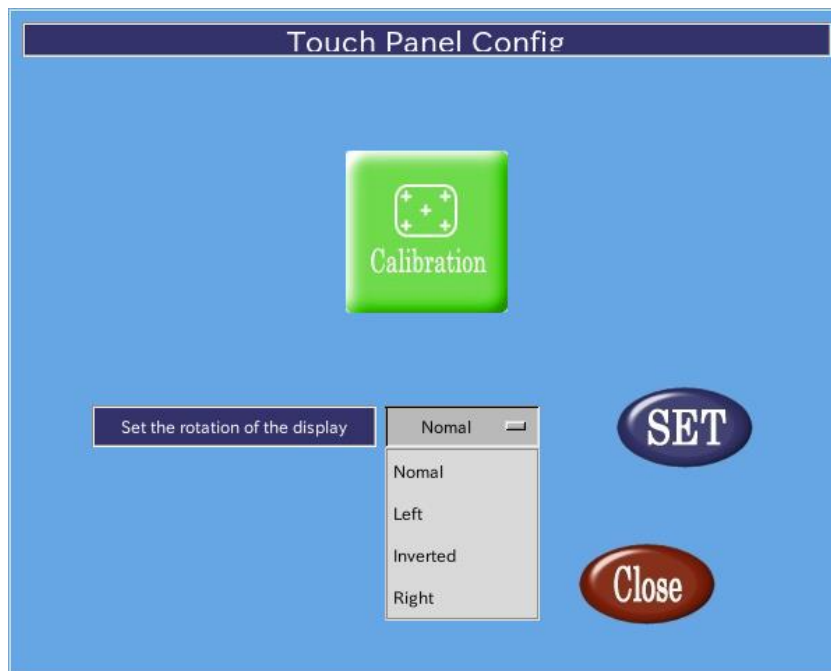

図 2-3-2-2. ディスプレイとタッチパネルの回転
- ②のコンボボックスをクリックすると、図 2-3-2-2 のように、回転方向の設定メニューが表示されます。画面の向きと設定メニューはそれぞれ表 2-3-2-1 のように対応しています。任意の向きを選択して③の[SET]ボタンを押すことで、画面が回転します。回転後、任意の位置をタッチできなくなった場合、①のキャリブレーションを行ってください。